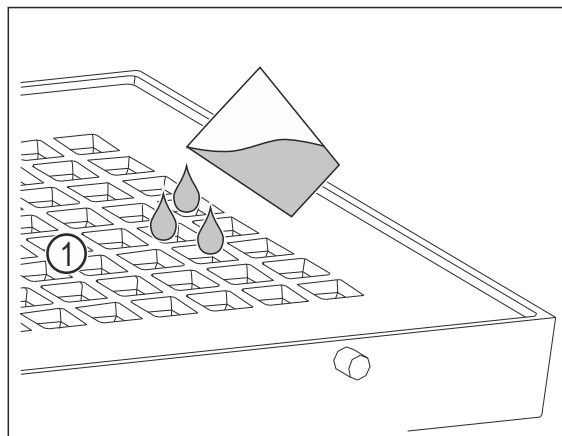

Fig. 109
- 通过盖板上的孔眼 Fig. 109 (1) 注入最多 400 ml 水。